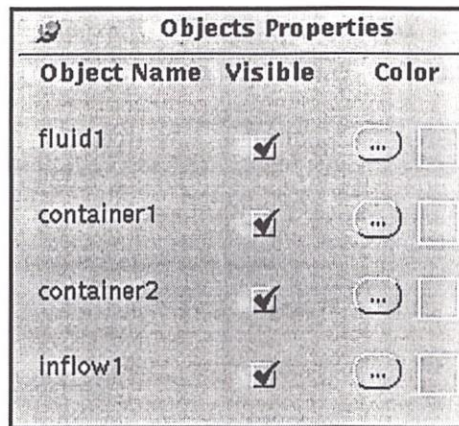

Figura 1.57: Opção *Objects Properties*
- *Objects Properties*: por esta opção pode-se alterar as propriedades dos objetos, como mostra a figura 1.57.